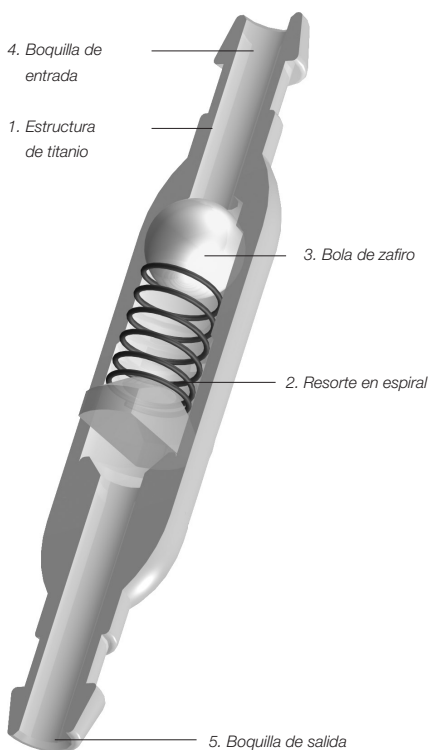

Imagen 1: Sección transversal de la *miniNAV*
La *miniNAV* consiste en una sólida estructura de titanio (1), esta integrada una válvula de bola en cono. (Imagen 1). Un resorte en espiral (2) determina la presión de apertura de la válvula de bola en cono. Una bola de zafiro (3) garantiza el cierre preciso. En el extremo distal de la válvula puede estar integrado de forma opcional un conector o un catéter de silicona. Las boquillas de conexión para la entrada (4) y la salida (5) también están fabricadas en titanio.